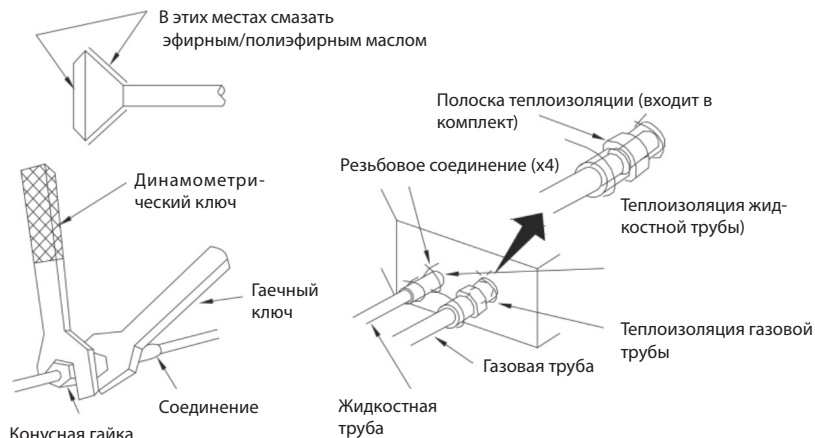

Рисунок 5
- При подсоединении трубопровода к блоку или отсоединении трубопровода от блока используйте гаечный и динамометрический ключ. См. рис. 5.
- Проверьте соединительный трубопровод на предмет утечки газа, затем наложите теплоизоляцию, как показано на рис. 5.